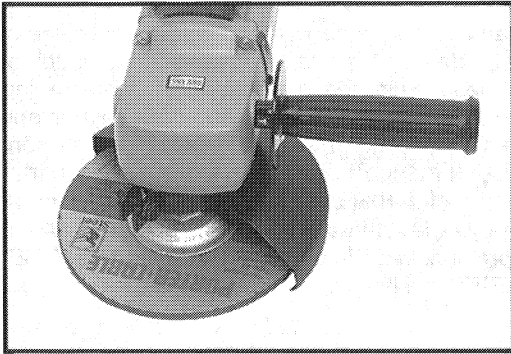

Fig. 5
- Coloque el protector de manera que desvíe al sentido opuesto del operario las astillas o los pedazos de rueda que puedan quebrarse involuntariamente. La Fig. 5 ilustra el protector ya instalado para usarse con una rueda de amolar con centro de depresión.